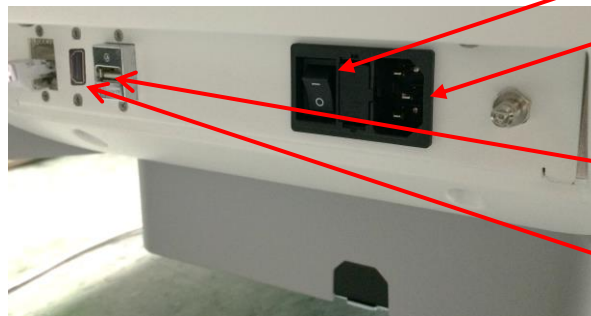

Abbildung 6: Netzanschluss des ExactVu-Systems
1. Stellen Sie sicher, dass der *Netzschalter* (d. h. der Kippschalter an der Rückseite unten in Abbildung 6) auf *OFF* (AUS) geschaltet ist und dass die *Systemnetzta*ste nicht leuchtet.
2. Verbinden Sie das AC-Netzkabel mit der *Netzkabelbuchse* am ExactVu-System (neben dem *Netzschalter*) (siehe Abbildung 6).